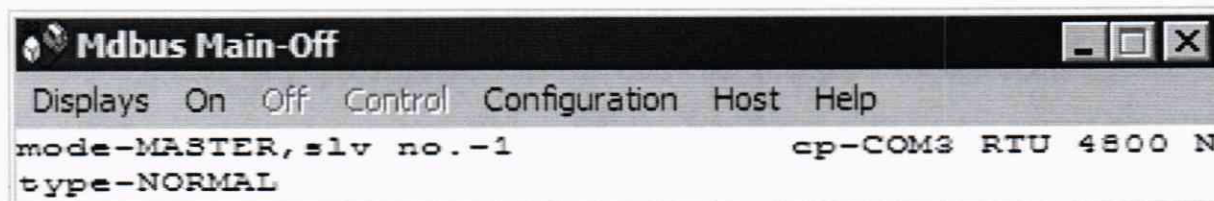
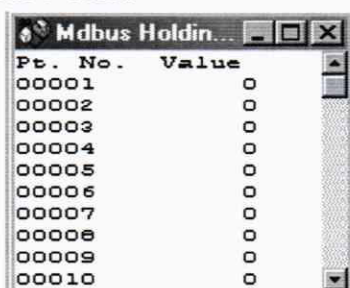

Рисунок 1 - Главное окно программы Mdbus
Рисунок 3 - Окно регистров «Holding Regs.» программы Mdbus в десятичном формате
- 6) Запустить программу Mdbus 3.16. При этом на экране отобразится главное окно программы (рисунок 1).
- 11) Вызвать окно регистров «Holding Regs.» (рисунок 3), нажав пункт меню Display (рисунок 1) > Holding Regs. главного окна
17) Вызвать окно управления «**Control**», нажав на пункт меню «**Control**» главного меню программы Mdbus (рисунок 1)